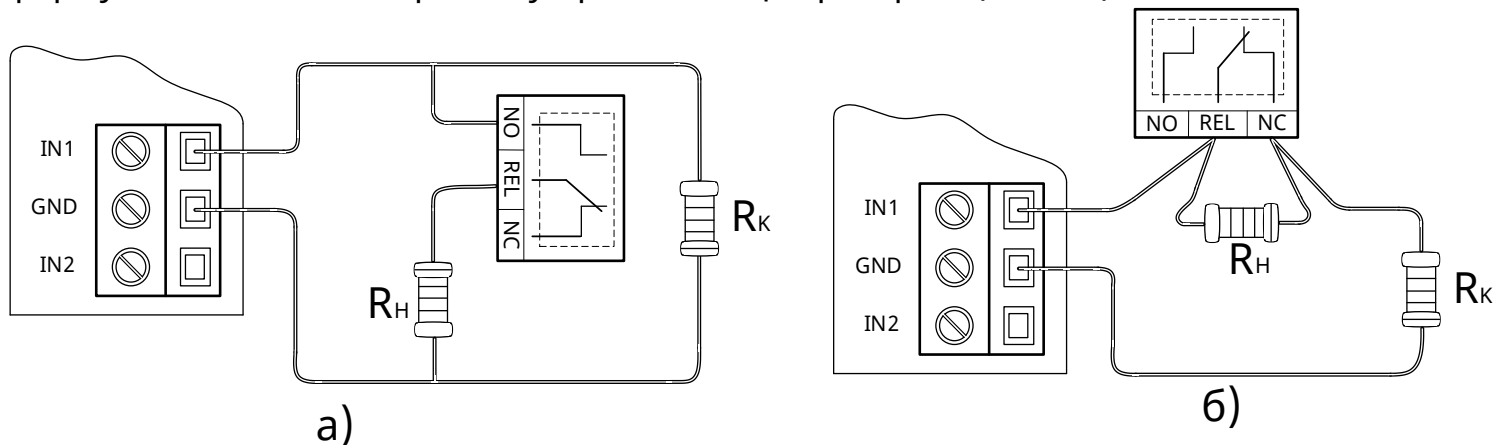

Рисунок 3 – Схеми підключень зовнішніх кіл до входів IN1 та IN2 пристрою
6.1 Після появи напруги живлення в АІ на приєднаному пристрої вмикається індикація автоматичного реєстрування (4.3). Далі пристрій переходить в режим, який залежить від налаштувань входів і стану зовнішніх пристроїв, підключених до нього (рис. 3).